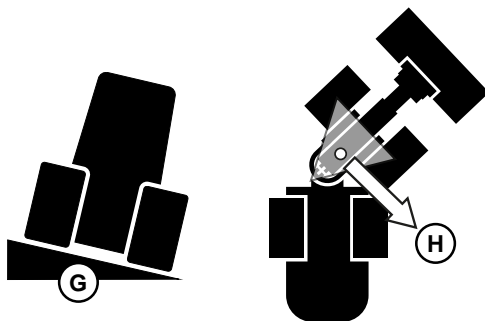

Fig. 2 : Effet d'un sol inégal
Les chargeuses articulées augmentent la traction sur des surfaces inégales (G, Fig. 2) parce que les pneus suivent les contours du sol. Toutefois, le centre de gravité de la charge peut se déplacer (H) lorsque les roues ne sont pas en contact avec le sol le long du même plan, ce qui réduit la stabilité.